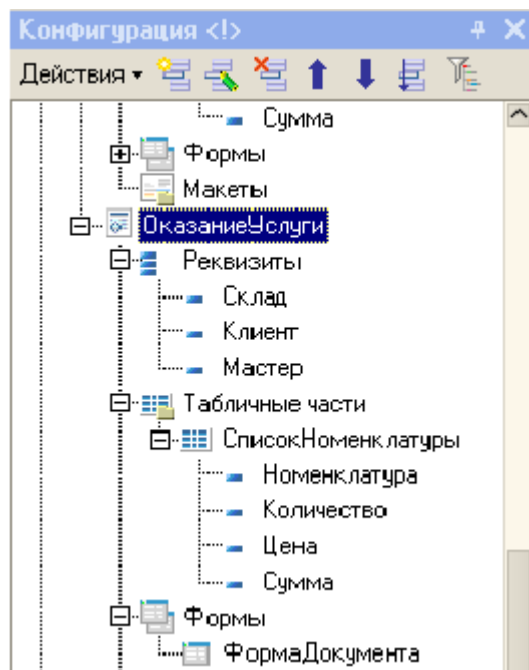

Рис. 47
- Мастер, тип СправочникСсылка.Сотрудники (рис. 47).